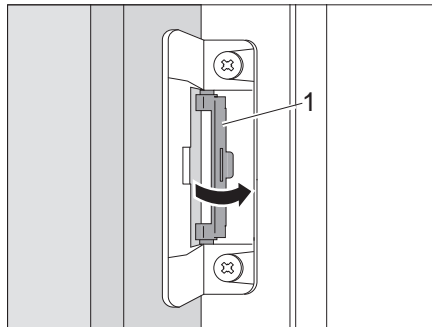

Fig. 246 Remettre le dispositif de blocage dans la position initiale
- Remettre le dispositif de blocage (Fig. 246,1) dans la position initiale.